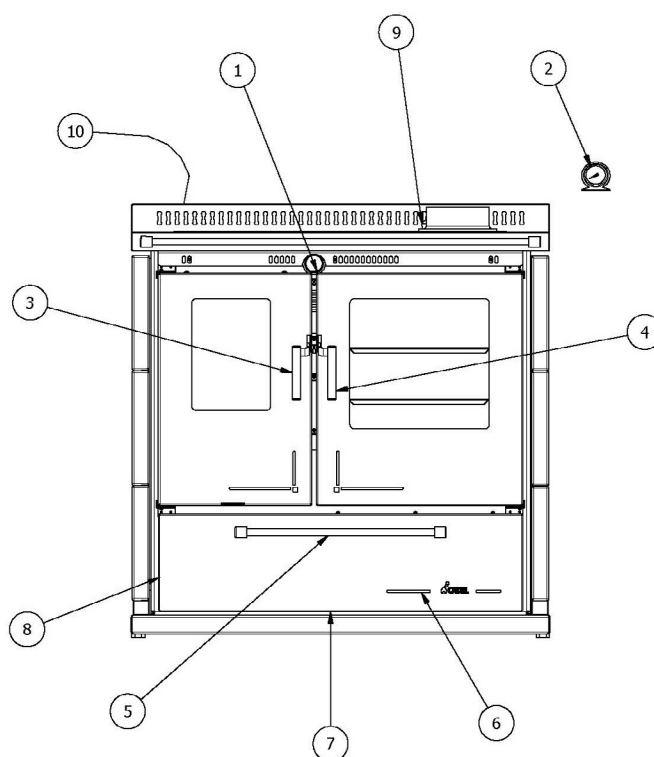

Fig. 26 - Localização dos comandos
LEGENDA Fig. 26 pág. 27
- Sobre a gaveta de recolha de cinzas existe uma anilha (ver **Fig. 26 pág. 27**) que permite a emissão de ar suplementar secundário útil para o acendimento ou então para reavivar o fogo para cozinhar (a temperatura da água não deve superar os 90°).